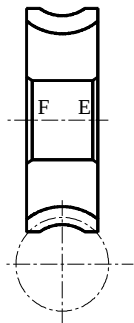

图 7-2-5
STEP 05 应用镜像命令 Mirror 镜像主视图，如图 7-2-5 所示。
STEP 06 补绘图 7-2-5 中漏缺的直线，效果如图 7-2-6 所示。